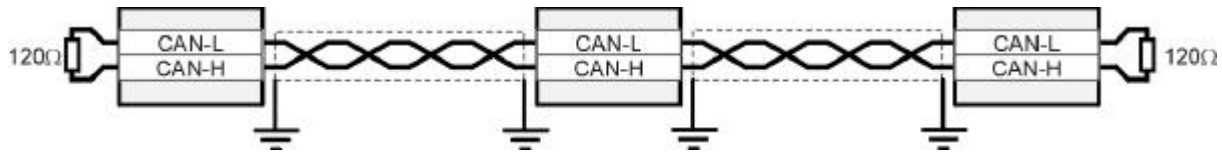

Abbildung 3.2: Verkabelungsbeispiel
- Die einzelnen Knoten des Netzwerkes werden grundsätzlich linienförmig miteinander verbunden, so dass das CAN-Kabel von Regler zu Regler durchgeschleift wird (siehe Abbildung 3.2).